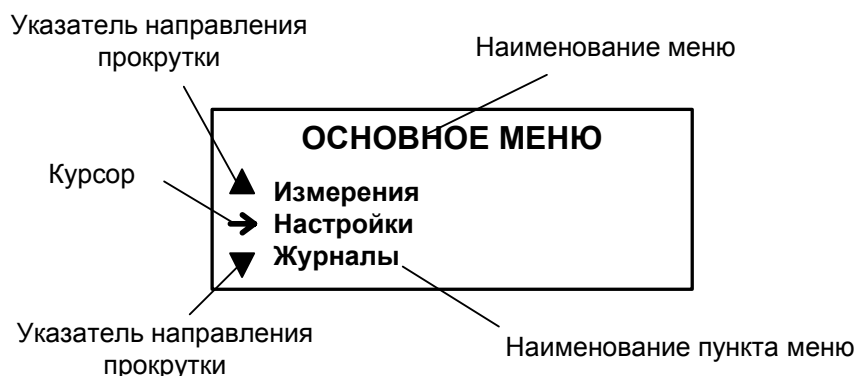

Рис. 1. Вид основного меню.
1.1.1. Для управления расходомером с клавиатуры ВП используется многоуровневая система меню (Приложение А), состоящая из основного меню, подменю и окон, содержащих списки команд и параметров. Основное меню (рис.1) имеет неизменный состав. Состав и структура подменю и окон, а также возможности модификации установочных параметров определяются режимом работы расходомера.
1.1.3. Индикация на дисплее состоит из наименования меню (окна), располагающегося неподвижно в первой строке дисплея жидкокристаллического индикатора (ЖКИ), и наименований пунктов меню (параметров), которые могут смещаться вверх или вниз (рис.1).
1.1.5. Одновременно на дисплее может индицироваться не более 3-х строк (пунктов меню, параметров из списка). Поэтому в начале первой и последней строк пунктов (параметров) могут располагаться указатели направления прокрутки в виде треугольников (рис.1), вершины которых направлены в стороны возможного перемещения курсора по строкам (пунктам меню, параметрам).